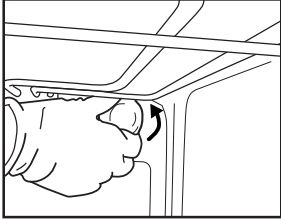
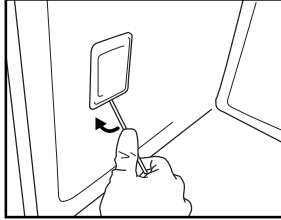

fig. 6
fig. 7
2. Skru løs lampedekslet (fig. 6) og skift ut pæren (se type i anmerkning) og skru deretter til lampedekslet igjen (fig. 7).
3. Vipp løs lampedekslet med en flat skrutrekker (fig. 7).